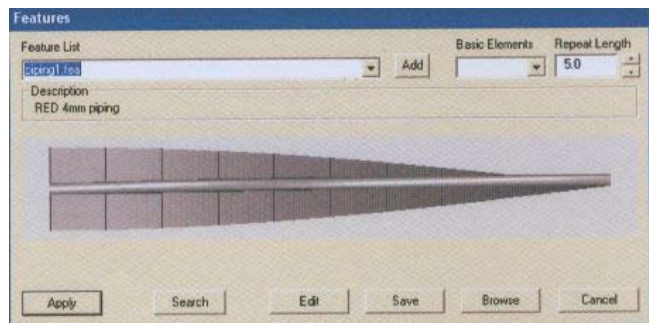

Рис. 88
- Из списка предложенных швов (**Feature List**) выберите **piping1.fea** (рис. 88).